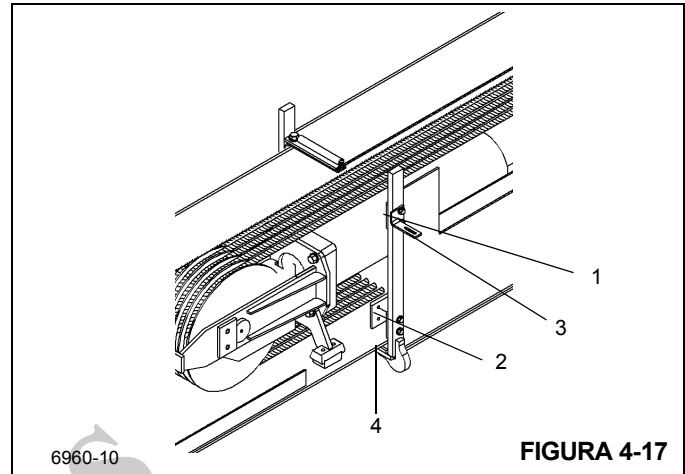

FIGURA 4-17
9. Remova os parafusos que fixam cada placa de desgaste lateral superior (1) e inferior (2) Figura 4-17 na parte frontal da seção intermediária externa. Remova as placas de desgaste, os calços e a cantoneira de montagem (3) (apenas lado superior esquerdo).
10. Eleve a parte frontal do conjunto da seção volante e remova as placas de desgaste (4) Figura 4-17 das cavidades na parte inferior da seção intermediária externa.